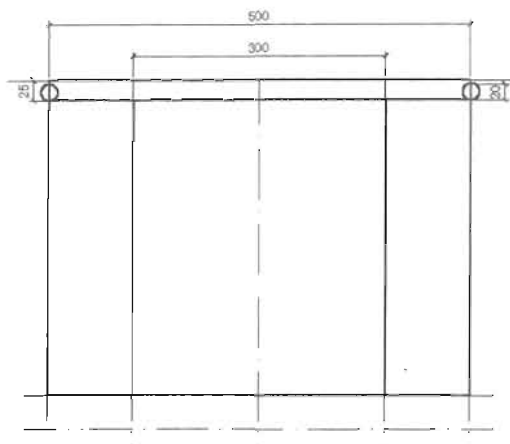

图 10-164
(5) 单击“绘图”工具栏中的“圆”按钮, 用“两点”法绘制两个直径为 20 的圆, 如图 10-164 所示, 命令执行过程如下。